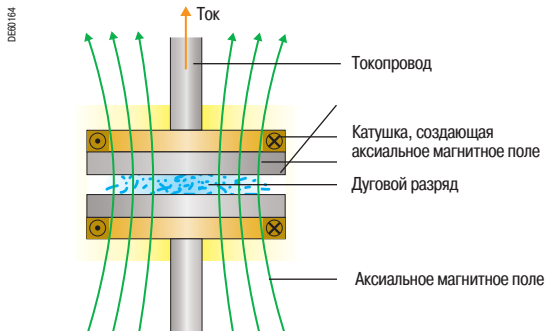
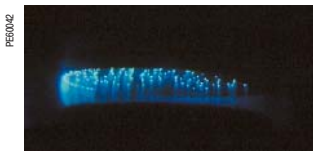

Рис. 2. Контакты в аксиальном магнитном поле
Рис.3. Распределение дуги в вакууме в условиях аксиального магнитного поля
- более современная технология применяет создание магнитного поля в осевом направлении (рис. 2), что позволяет добиться диффузного горения дуги (рис. 3) даже при больших значениях тока; энергия дуги равномерно распределяется по всей поверхности контакта, снижая, таким образом, эрозию последнего;